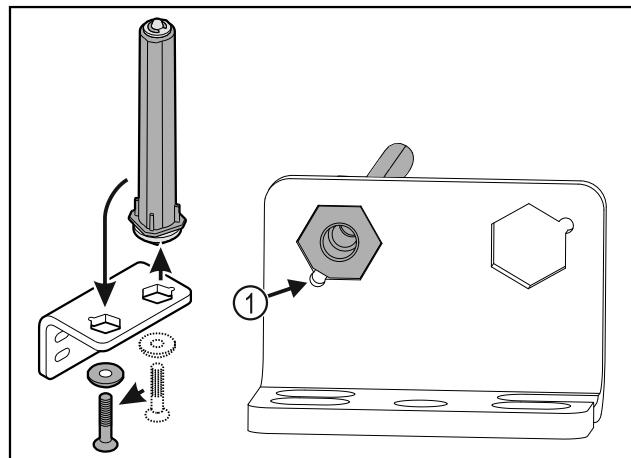

Fig. 35
► Dbajte na to, aby pri nasadzovaní ukazoval úkos čapu Fig. 35 (1) k okrúhlemu otvoru.